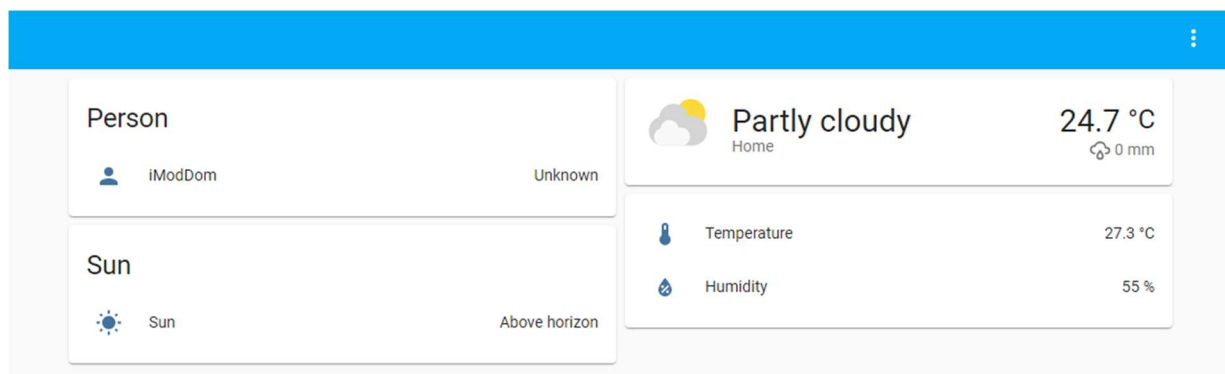

Figura 23 - Visualização dos Valores
4. Como pode confirmar, acendendo ao *Home Assistant*, pode visualizar os valores de temperatura e humidade fornecidos pelo sensor (Figura 23).